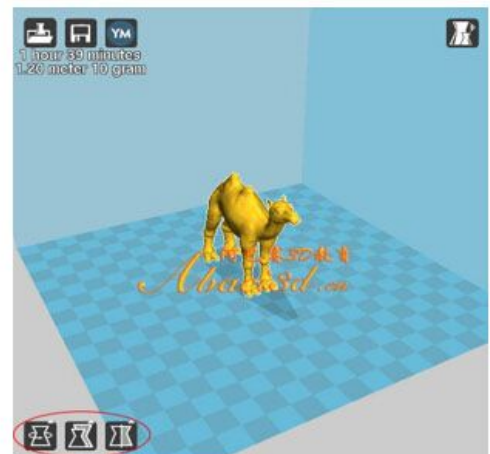

图 12 变换菜单
2. 旋转，选中了模型之后，会发现视图左下角出现 3 个菜单，左边的是旋转菜单，中间的是缩放菜单，右端的是镜像菜单，如图 12 所示。点击旋转(Rotate)，然后发现模型表面出现 3 个环，颜色分别是红绿蓝，表示 X 轴、Y 轴和 Z 轴。把鼠标放在一个环上，按住拖动即可使模型绕相应的轴旋转一定的角度，需要注意的是 Cura 只允许用户旋转 15 的倍数角度。如果希望返回原始的方位，可以点击旋转菜单的重置(Reset)按钮。而放平(Lay flat)按钮则会自动将模型旋转到底部比较平的方位，但不能保证每次都成功。